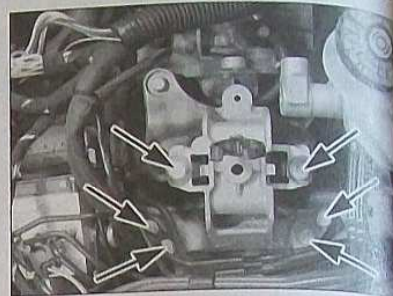

FIG. 6
- le support de la boîte (Fig.6).